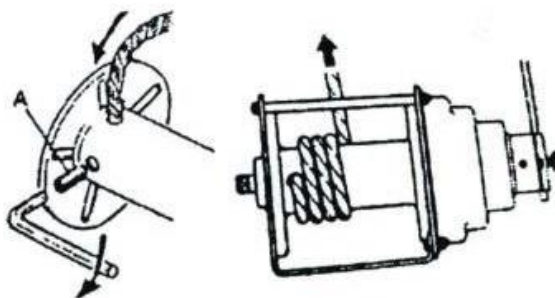

Рис. 3
**Монтаж троса для лебедки 1 т** (см. рисунок 3) - Ослабьте фиксирующий болт или установочный винт и вставьте конец троса в барабан на 72 мм до конца троса. Плотно затяните фиксирующий болт.